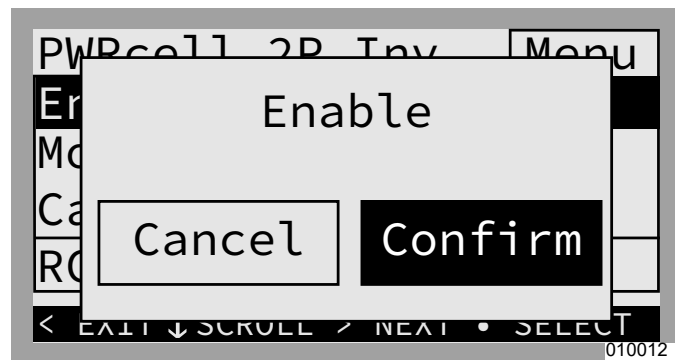

Figura 7-9. Activación del inversor (3 de 3)
9. Consulte la Figura 7-9. Seleccione "Enable" (Activar) y "Confirm" para activar el inversor.